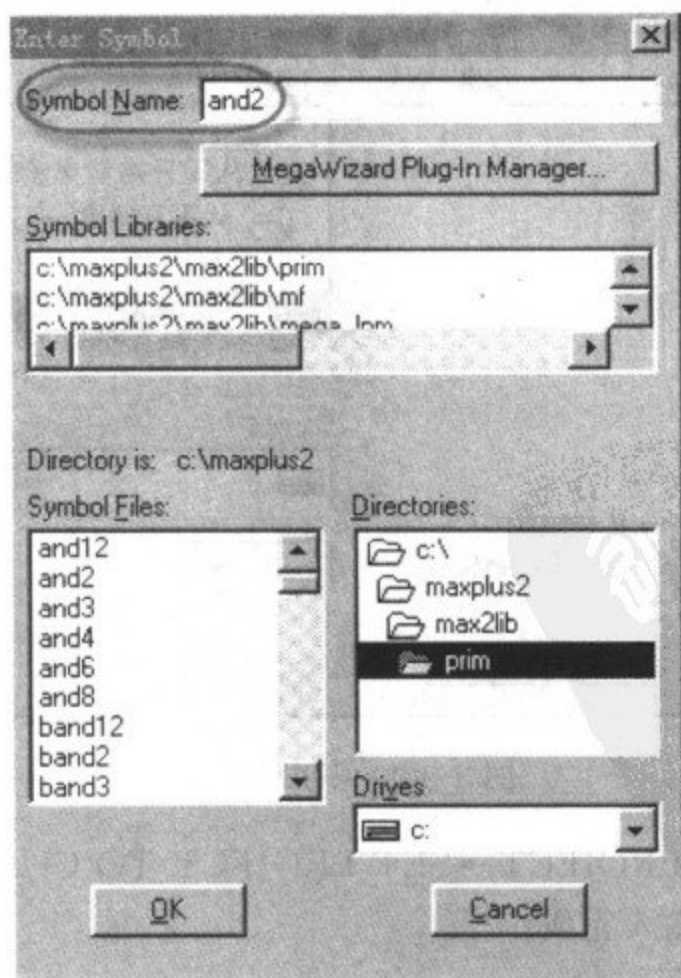

图 3-11 符号库对话框
③ 现在可以在图形文件中输入电路, 这个电路需要 and2(2 输入与门)、or3(3 输入或门)、not(非门)3 个逻辑门电路和 input(输入)、output(输出), 点击菜单 Symbol→Enter Symbol 或者双击空白处, 出现如图 3-11 所示的符号库对话框。在该对话框中可以选择需要输入的元件/逻辑符号。